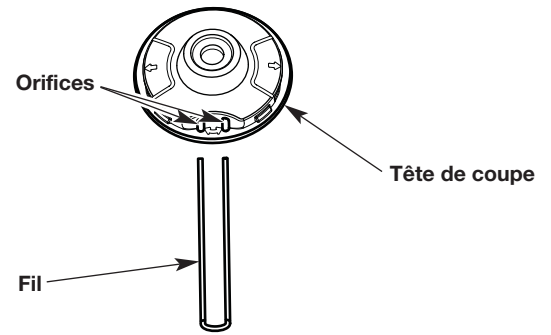
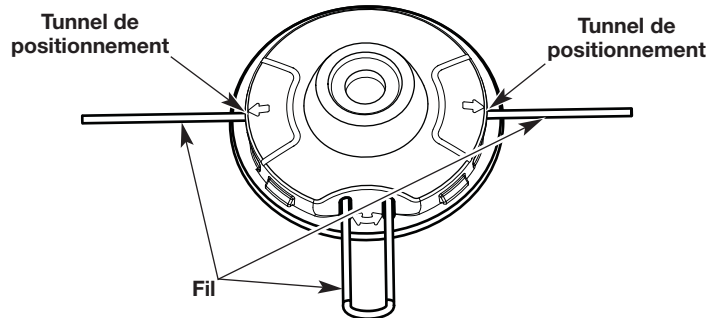

Fig. 11
Fig. 12
3. Insérer les extrémités du fil à travers les orifices circulaires du côté de la tête de coupe (Fig. 11). Pousser le fil dans les orifices jusqu'à ce que les deux extrémités fassent saillie des tunnels de positionnement (Fig. 12).